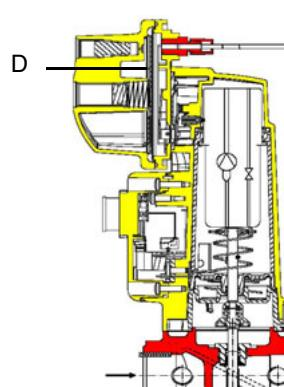

Рис. 15
**ВНИМАНИЕ:** диафрагма D исполнительного механизма SKP2 должна находиться в вертикальном положении (Рис. 15).